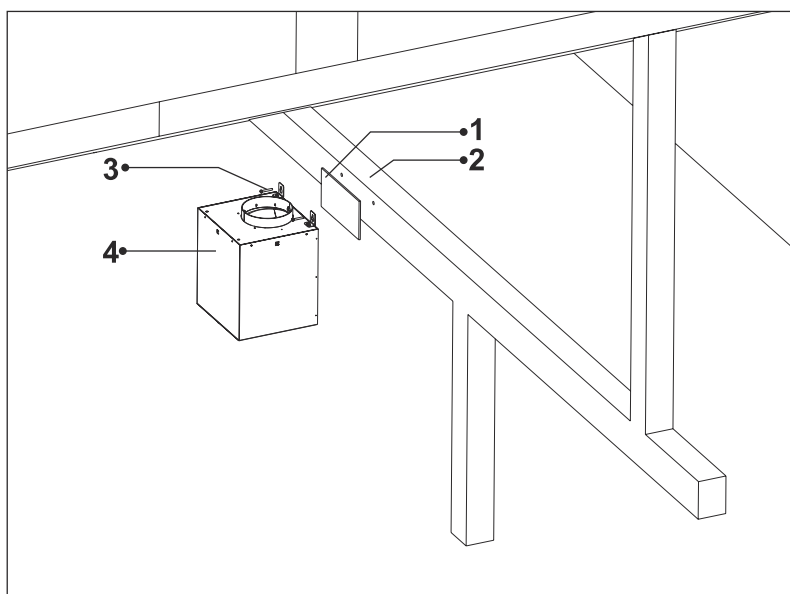

Fig. 20
14. ▶ Montera den flyttbara loftmotorn på låkten/regeln med 2 x 5,5x60 mm skruvar (Fig. 20).